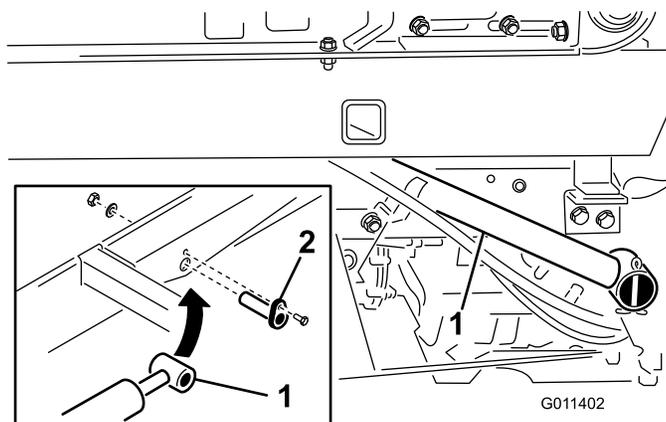

Figura 12
1. Fixe cada extremidade da haste do cilindro de elevação à base do Topdresser com um pino do cilindro (Figura 12).
2. Fixe cada pino do cilindro à base do Topdresser com um parafuso ($\frac{1}{4}$ x $\frac{3}{4}$ pol.), uma anilha de cabeça chata e uma porca (Figura 12).